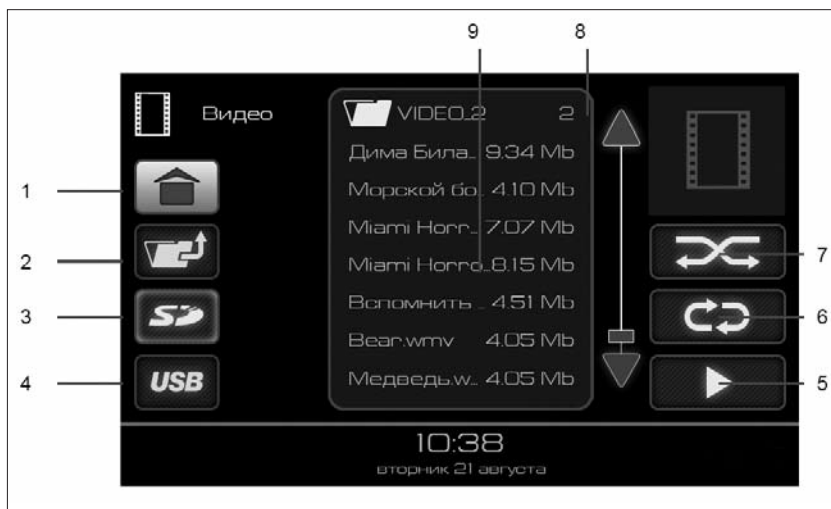
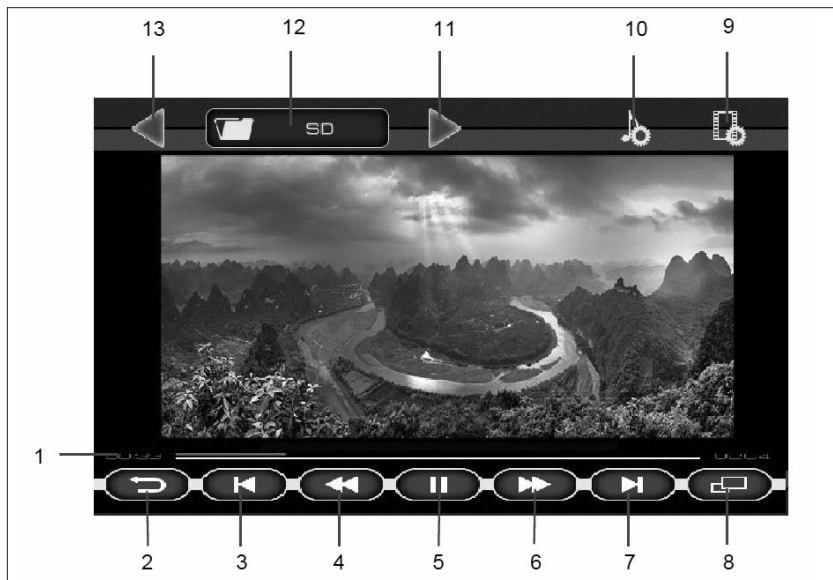

Рис. 6. Окно режима «ВИДЕО»
Рис. 7. Окно проигрывания видеофайлов
Доступные для воспроизведения видеофайлы и папки отображаются в списке (9), рис. 7. Двойное нажатие на изображение папки  отобразит список видеофайлов в этой папке. Для выхода из папки нужно нажать кнопку 2 (рис. 6).
режима повторного воспроизведения выбранного файла (кнопка 6, рис. 6);
- либо нажатие на кнопку воспроизведения файлов (кнопка 6, рис. 6) позволяет воспроизвести все видеофайлы, находящиеся в списке (9) на рис. 6;
– либо выбор папки одиночным нажатием на изображение папки  в списке (9) рис. 6, а затем нажатие кнопки воспроизведения файлов (кнопка 5, рис. 6) позволяет воспроизвести все видеофайлы, находящиеся в выбранной папке и ее подпапках.
Для включения полноэкранного режима воспроизведения нажать кнопку **8** (рис. 7) или на изображении.
Если при воспроизведении видеофайла нажать на кнопку **|| (5)** (рис. 7), а затем нажать на кнопку возврата (кнопка **2**, рис. 7), то произойдет переход в главное меню и в кнопке **«Видео»** (рис. 2) появится индикатор паузы. Этот режим позволяет вернуться к воспроизведению видеофайла с того места, где была поставлена пауза.